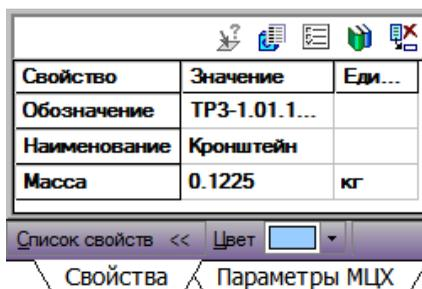

Рис. 9.
8. Задать параметры детали командой контекстного меню **Свойства** (рис. 9).